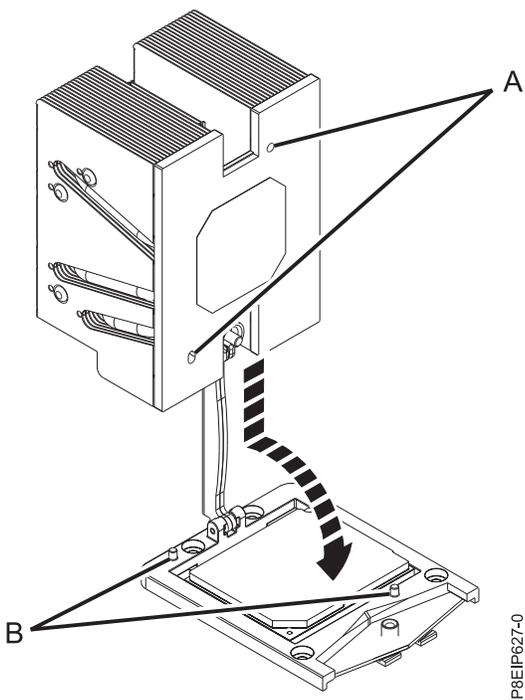

Abbildung 68. Kühlblech installieren
10. Installieren Sie das neue bereitgestellte Kühlblech, das im FRU-Satz enthalten ist. Das TIM wurde vorab auf das Kühlblech angewendet. Senken Sie das Kühlblech vorsichtig auf das Systemprozessormodul ab und führen Sie die Halteklammer dabei durch das Kühlblech. Stellen Sie sicher, dass die Bohrungen im Kühlblech (**A**) an den Führungsstiften (**B**) im Socket ausgerichtet sind (siehe Abb. 68).